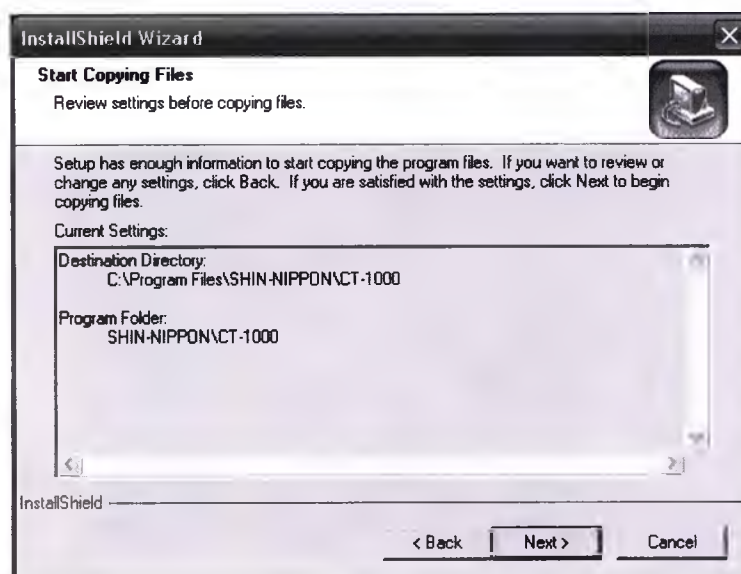

Рис.6
7. На экране появится окно с параметрами установки. Если вы согласны со всеми параметрами, щелкните мышью на кнопке **Next** для начала установки. В противном случае, щелкните на кнопке **Back** и измените необходимые параметры (рис.6)